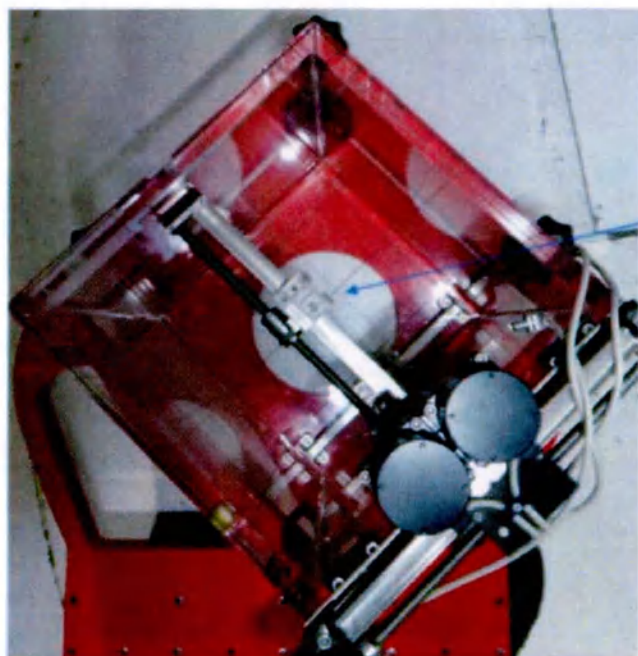

Рисунок 1-8. Центр области сканирования
8. Используйте подвесное устройство PTW для перемещения указывающего устройства ближе к центру области сканирования, при этом стрелка должна указывать на перекрестие (см. рисунок 1-8). Опустите указывающее устройство в направлении +В на 1/3 ниже верхней части емкости. Затем установите его в новое нулевое положение на подвесном устройстве.